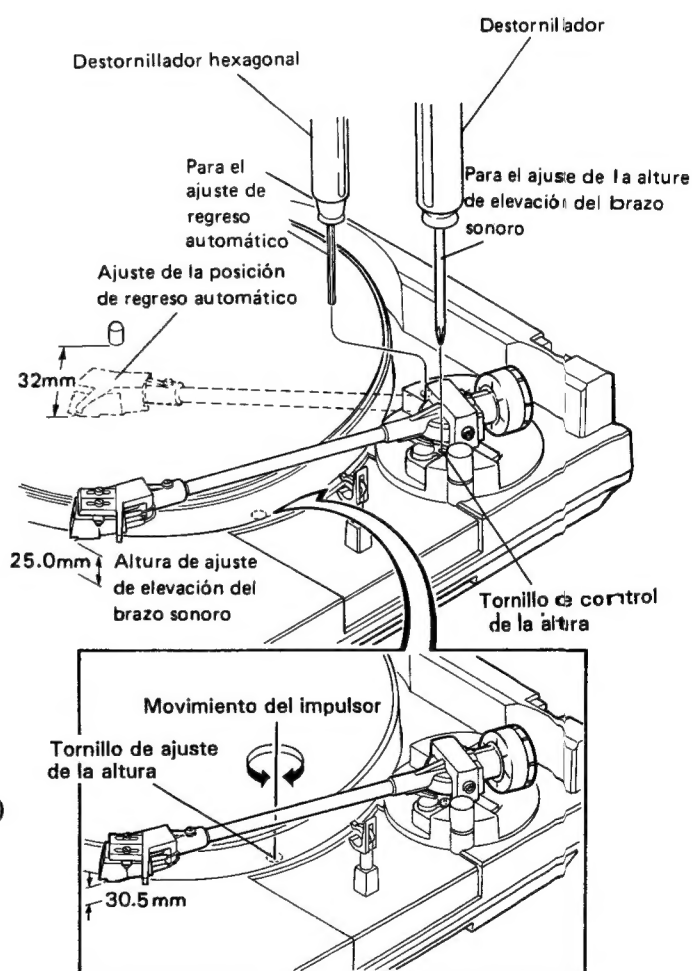

Figura 8-3 Ajustes de la altura de elevación del brazo sonoro y de retorno automático;
5. Dejar de girar el tornillo de ajuste en el punto en el que haya un espacio de 32mm entre la aguja de la cápsula y el eje central. (Figura 8-3)